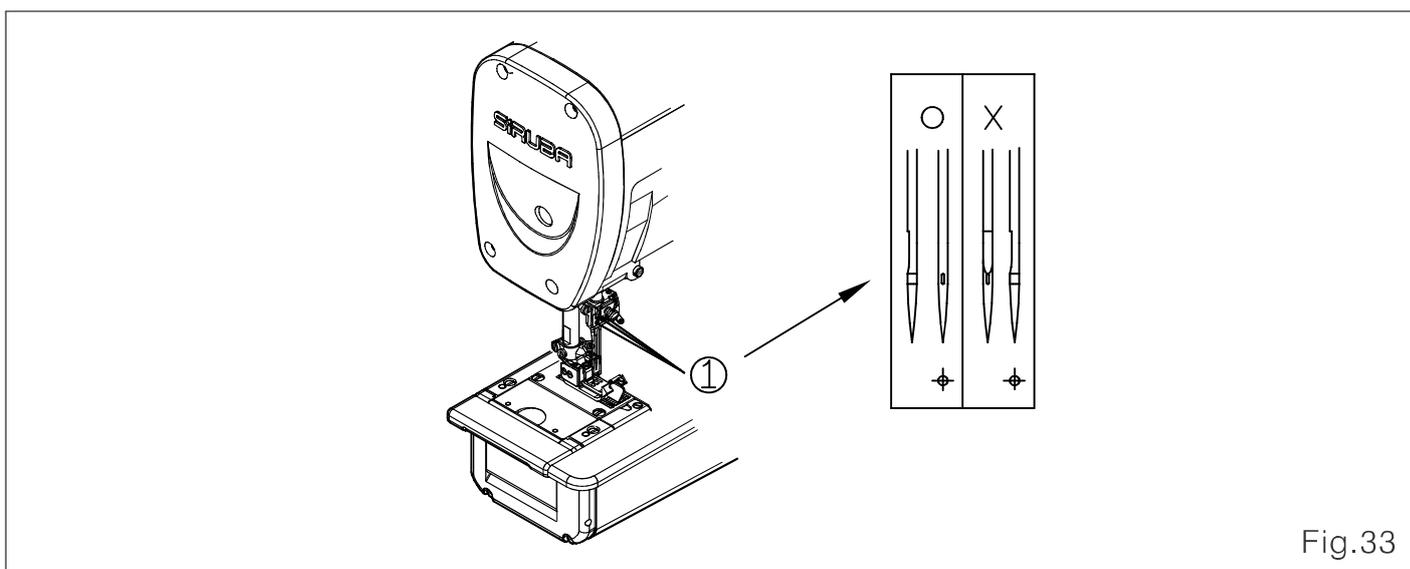

Fig.33
2. Solte o parafuso ① , então puxe as agulhas usadas. Insira as novas agulhas no furo do suporte tão longe que você conseguir e deixe a ranhura longa da agulha virado para você. (Fig. 33)
3. Aperte o parafuso ① .